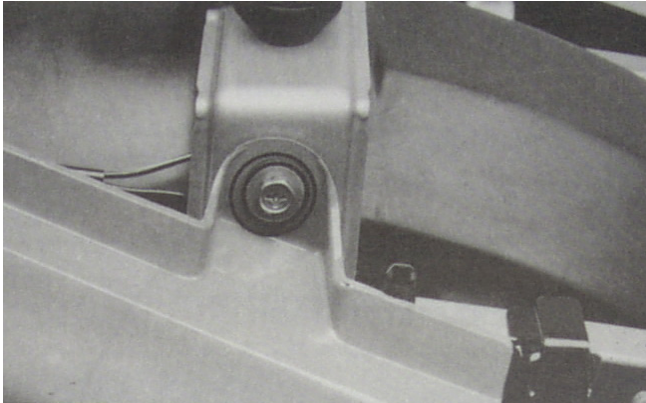

Bild 1
3. Verkleidung abnehmen (**siehe Bild 1**).